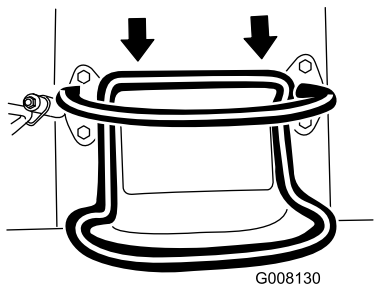

Figura 8
- Para desplazarse hacia atrás, mueva el control de tracción hacia atrás (Figura 8). **Mientras conduzca en marcha atrás, mire hacia atrás para asegurarse de que el camino está despejado, y mantenga ambas manos en la barra de referencia.**